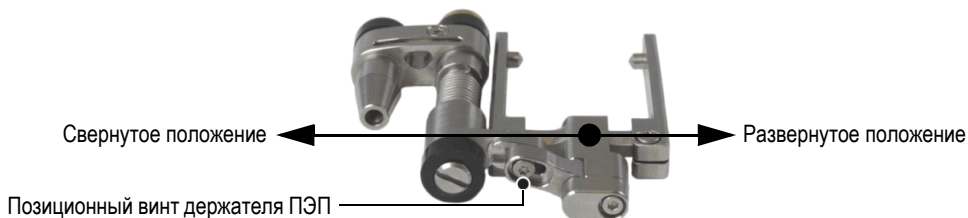

Рис. 2-23 Держатель ПЭП в развернутом положении
- 9. Настройте держатель ПЭП (см. Рис. 2-23 на стр. 41):